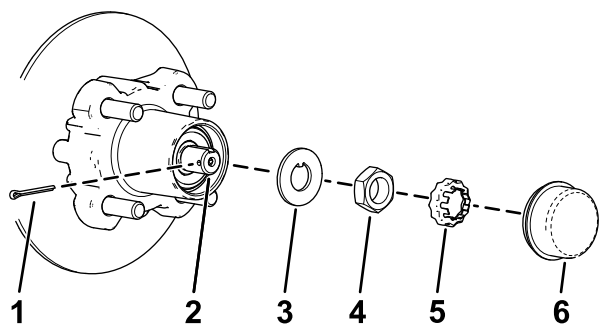
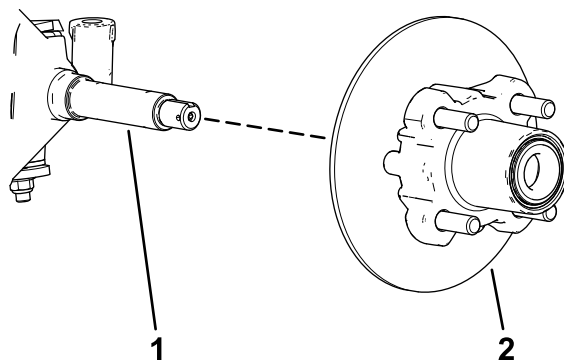

Figura 30
Figura 31
4. Retire o tampão antipoeira do cubo (Figura 30).
5. Retire o contrapino e o retentor da porca do eixo e porca do eixo (Figura 30).
6. Retire a porca do eixo do eixo e afaste o conjunto do cubo e o rotor do eixo (Figura 30 e Figura 31).